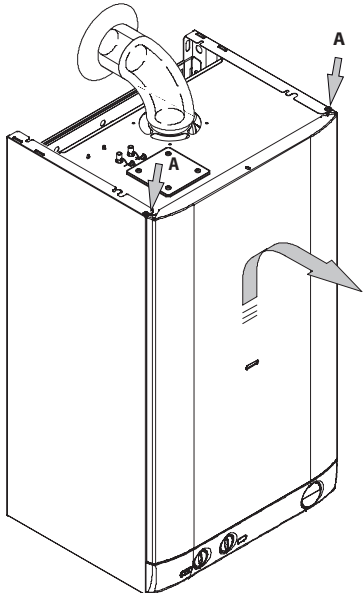

Figura 8.1
- Togliere le viti A. Rimuovere il pannello frontale spostandolo verso l'alto in modo da liberarlo dai ganci inferiori in (Figura 8.1).